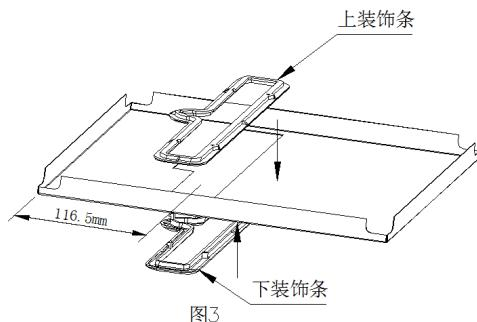

图3
- 将上下装饰条扣进铝扣板上，用自攻螺丝固定，如图 3 所示。